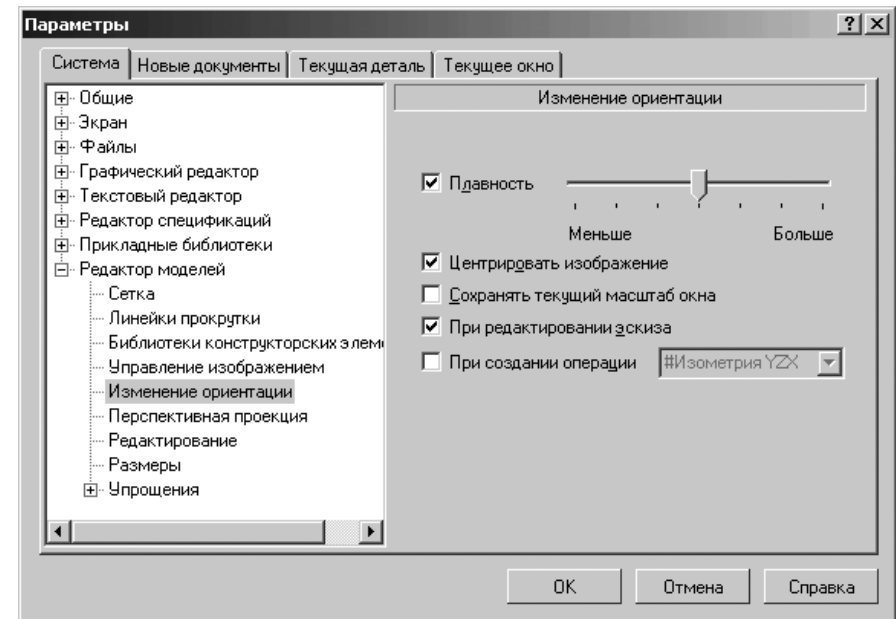

Рис. 9.50. Диалоговое окно **Параметры** с открытой вкладкой **Система** и открытой панелью **Изменение ориентации**
- щелкните по пункту **Изменение ориентации**. Откроется в правой части диалогового окна панель **Изменение ориентации** (рис. 9.50).